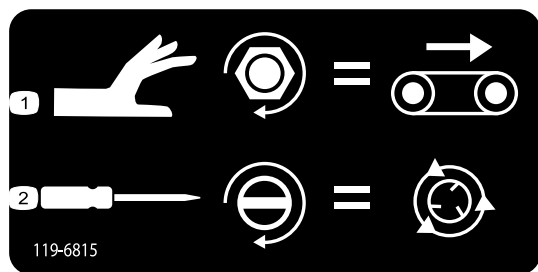

Bild 44
- Drehen Sie das Handrad nach rechts, um die Flurförderer-Geschwindigkeit einzustellen (Bild 44). Die maximale Geschwindigkeit für den Förderer wird im farbkodierten Betriebssystem gemacht, daher kann diese Einstellung ohne Hydraulikfluss vorgenommen werden. Dies ist
- Sie können die Tellerstreuer-Geschwindigkeit (Bild 44) erhöhen, wenn Sie mit einem flachen Schraubenzieher nach rechts drehen, oder Sie können sie verringern, wenn Sie nach links drehen.